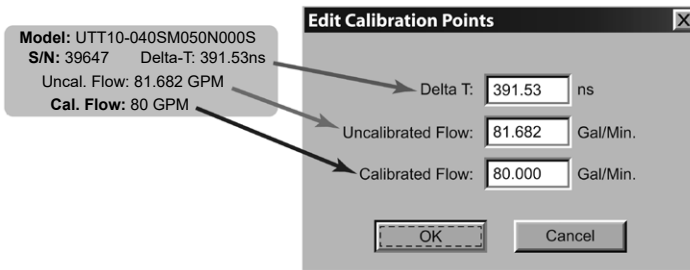

Fig. 17 - Edit Calibration Points - Modifica dei punti di taratura
- 7) Inserire i parametri di "Delta T", Uncalibrated Flow e Calibrated Flow indicati sulla targhetta di taratura dei trasduttori UTT10-015S + UTT10-040S, quindi cliccare OK (Vedi Fig.17).